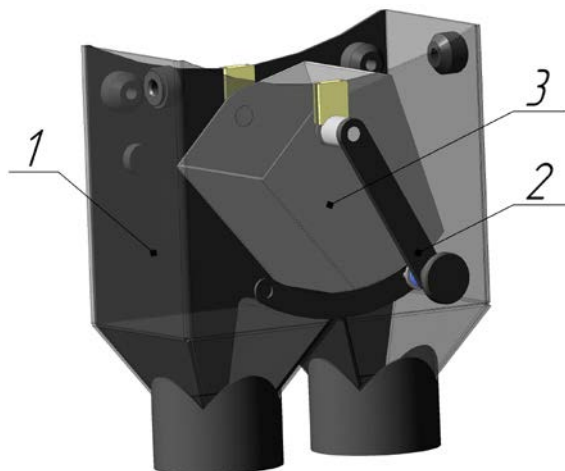

Рисунок 3. Делитель
1.1.4.8 Узел слива (рис. 3) служит для отвода хвостов в процессе обогащения и для выгрузки концентрата при разгрузке концентратора. Для этого необходимо перевести рукоятку (2) в крайнее правое или левое положение до фиксации в отверстиях делителя (1). Рукоятка связана с чашей (3), которая направляет потоки «**ХВОСТЫ-КОНЦЕНТРАТ**» в выводные патрубки делителя.